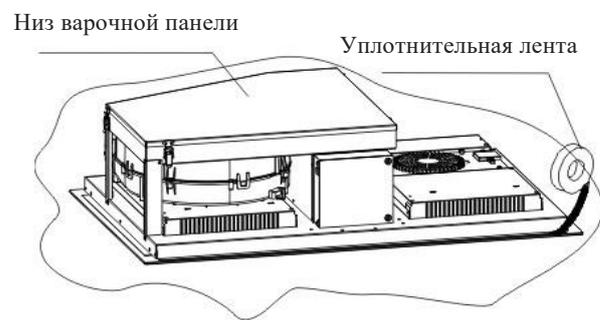

Рис. 2
3. Нанесите уплотнительную ленту на край нижней части варочной панели, оставив примерно 3 мм от края стекла. Нанесите герметик по всему периметру. Отрежьте лишнюю часть и соедините два конца уплотнительной ленты. Смотрите рис. 2.
3. Подсоедините колено, закрепите его кабельной стяжкой, **примечание: расширительная труба опциональна и в комплект поставки не входит.** Смотрите рис. 2.